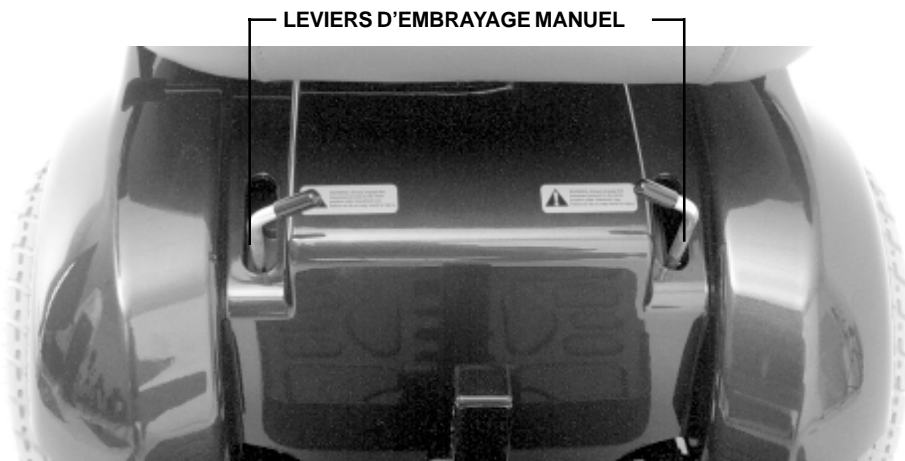

Figure 9. Moteurs débrayés (Mode roues libres, Neutre)
3. Tournez les leviers vers l'intérieur pour passer en mode roues libres (neutre). Voir la figure 9.
2. Après une seconde, vérifiez si les voyants de la jauge à batteries restent allumés. Voir la figure 9.